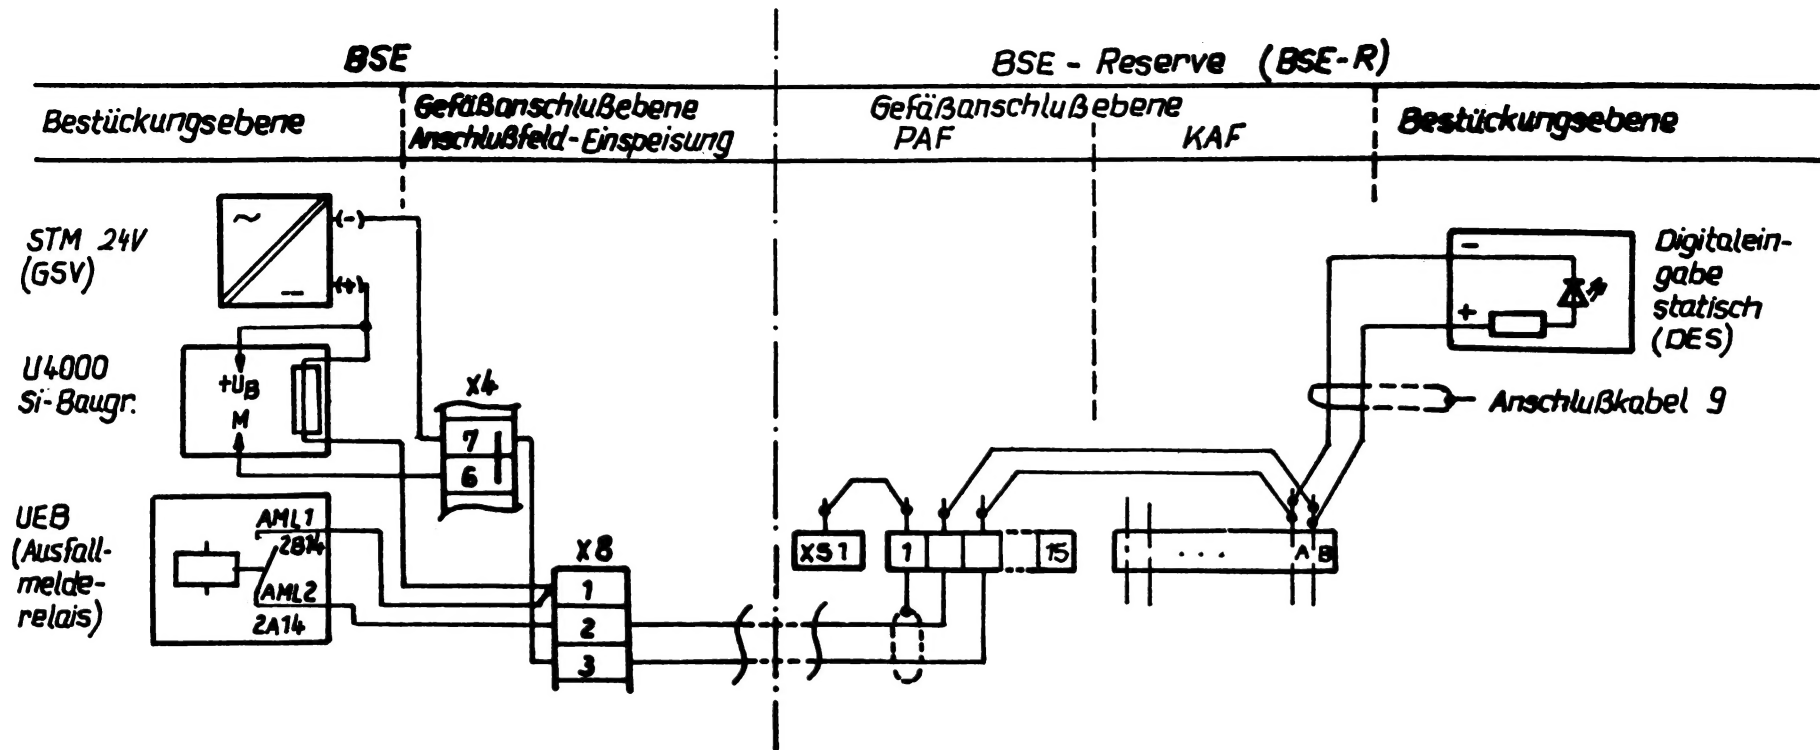

Bild 10 Zusammenschaltung BSE — BSE-R über Ausfallmeldeleitung
- Verwendung: Steuersignal für BSE-Reserve (Zusammenschaltung gemäß Bild 10)
– Störung Einrichtung (SE)
– Ausfall Einrichtung (AE)